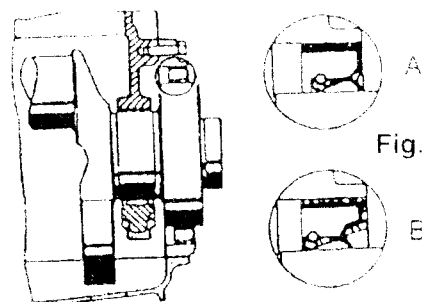

Fig. 51
**Nota:** Al cambiar el cierre radial, el borde obturado del cierre para arreglo está descentrado 3 mm mas adentro que el borde obturado del cierre de norma para evitar su funcionamiento en la acanaladura del soporte del eje de motor producida por el cierre de norma (Fig 51).